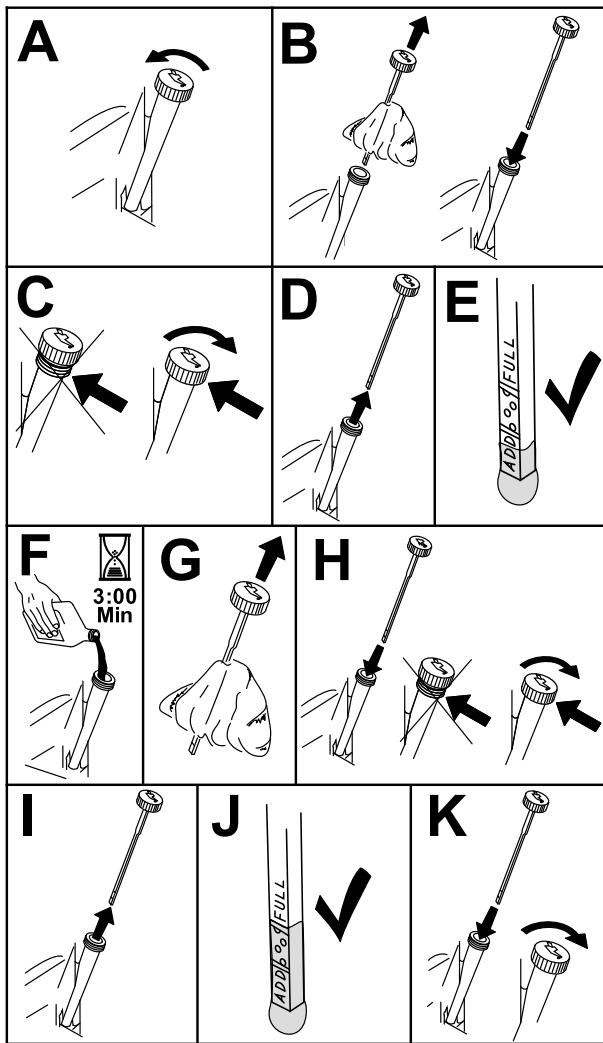

Figura 46
3. Para que no entre suciedad, recortes de hierba, etc., en el motor, limpie la zona alrededor del tapón de llenado/varilla de aceite antes de retirar éste (Figura 46).